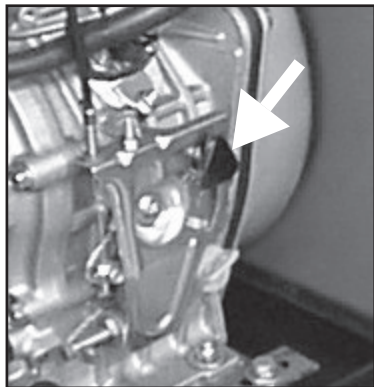

Abb. 7
2) Version P3500 - P4500 - P6000 - WP180 (Motor YANMAR): die Beschleunigungsteuerung auf dem Motor (siehe Abb. 7) wieder nach oben schieben. Abwarten bis der Motor komplett abgeschaltet ist. Danach den Schlüssel wieder in die Position „OFF“ drehen.